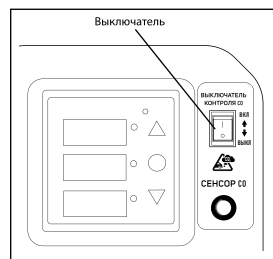

Рис. 6
**Примечание.** В случае особой необходимости при неисправном датчике можно запустить генератор отключив датчик. Выключатель кнопочного типа находится над датчиком CO. (Рис. 6).